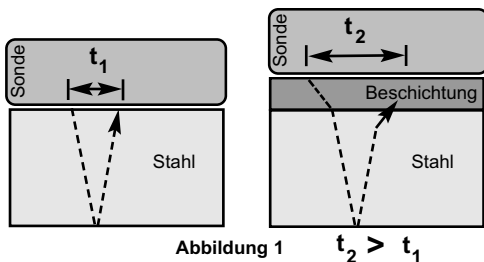

Abbildung 1  $t_2 > t_1$
**PosiTector *UTG***-Sonden bestimmen die Dicke, indem sie **t1** (unbeschichtet) oder **t2** (beschichtet) messen, durch 2 teilen und dann mit der Schallgeschwindigkeit des Materials (hier Stahl) multiplizieren. (*UTG M*- und *UTG P*-Sonden nur  Einzelecho-Modus), s. Abbildung 1.